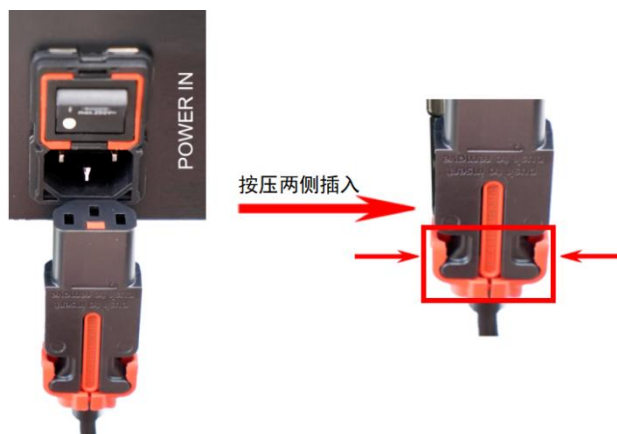

图 76 市井电源连接图
- 如图 76 所示，连接市井电源到控制柜【POWER IN 接口】。